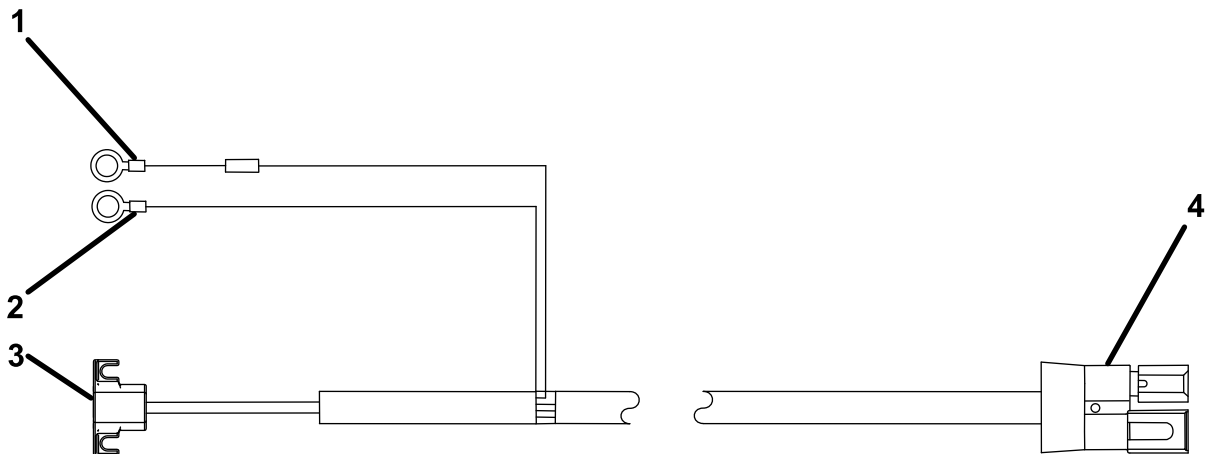

Figure 3
1. Avec un serre-câble, attachez le connecteur de l'épandeur sur le faisceau de câblage (Figure 3) au centre du pare-chocs arrière du véhicule.
4. Reliez la cosse ronde noire à la borne négative (-) de la batterie dans le compartiment moteur (Figure 3).
5. Reliez la cosse ronde rouge à la borne positive (+) de la batterie dans le compartiment moteur (Figure 3).